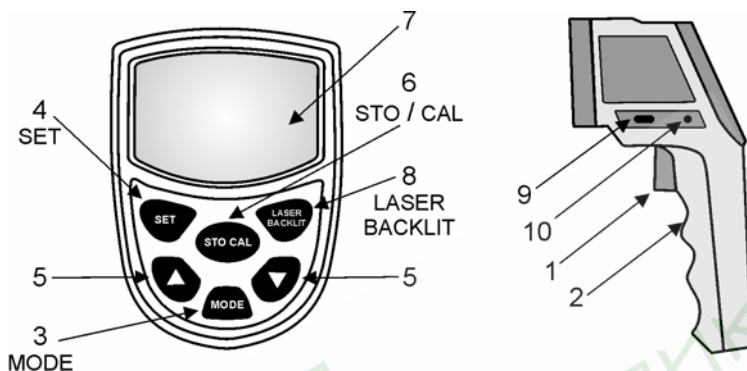

Рис. 2
Назначение кнопок и органов управления (см. рис.2):
- Интерфейс RS-232. Соединение пирометра с компьютером производится через разъем 9 (рис. 2). При измерении в режиме реального времени на экране будет мигать надпись **AUT**. Программное обеспечение и инструкцию по настройке Вы найдете на CD диске, поставляемом в комплекте с прибором.
- Подключение внешнего источника питания. При длительных измерениях для питания прибора рекомендуется использовать внешний источник питания, подключаемый к пирометру через адаптер (9В 200мА) в разъем 10 (рис. 2).